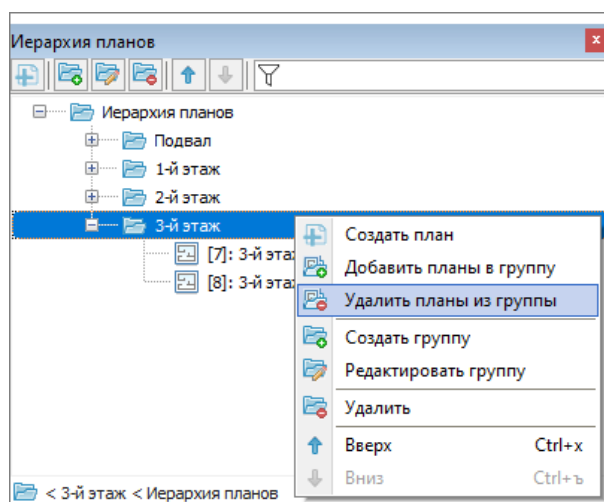
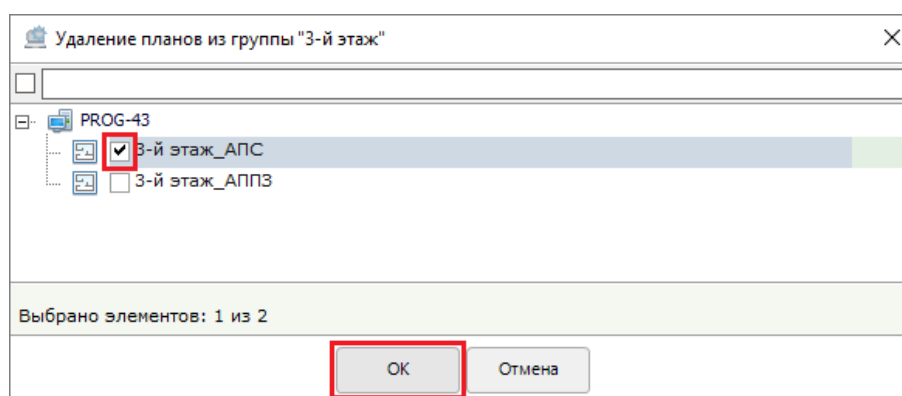
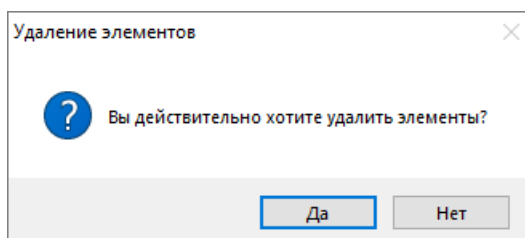

Рисунок 6-600 Переход к удалению планов из группы планов
Рисунок 6-601 Удаление выбранных планов из группы планов
Рисунок 6-602 Подтверждение удаления выбранных планов из группы планов
- либо вызовите для группы планов, из которой необходимо удалить планы, контекстное меню и выберите в нем пункт «Удалить планы из группы» (см. Рисунок 6-600), после чего в окне «Удаление планов из группы» выберите удаляемые планы (установкой флагов в чекбоксах) и подтвердите выбор нажатием кнопки «ОК» (см. Рисунок 6-601). В открывшемся окне подтверждения удаления элементов (см. Рисунок 6-602) подтвердите удаление выбранных для удаления элементов нажатием кнопки «Да»;